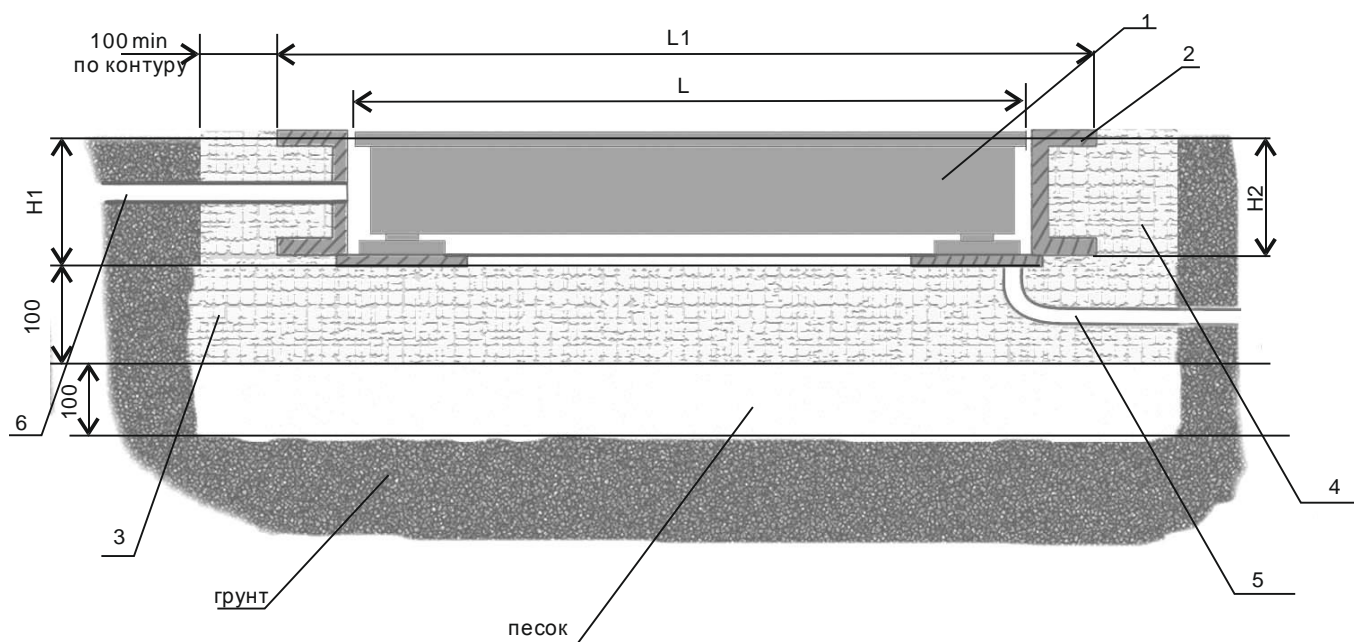

Рис.4 Схема приемка
2.3.1. Сооружение приемка для установки весов ВСП4-В (рисунок 4).
Ввернуть опоры 2 в резьбовые отверстия датчиков врезной платформы 1 таким образом, чтобы высота платформы 1, установленной на плоской поверхности, была бы равна глубине рамы 3 (размер Н2 на рис.4). Установить на врезной платформе 1 рым-болты 5. Врезную платформу 1 необходимо расположить в раме 3 таким образом, чтобы сторона платформы 1, у которой находится вывод соединительного шнура 7, соответствовала стороне рамы 3, на которой находится отверстие 6 для вывода соединительного шнура 7.